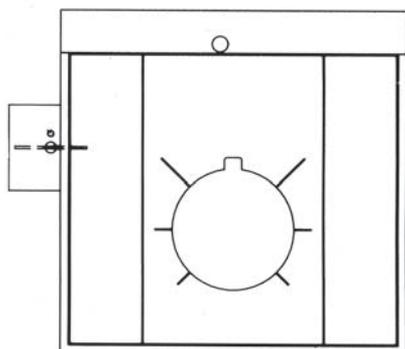

Fig. 5 Farfalla aperta
- all'accensione deve essere sempre in posizione aperta - fig. 5.
L'intaglio sulla manopola di comando della valvola a farfalla indica la posizione della stessa. Posizione dell'intaglio = posizione della valvola a farfalla. Quando accendete la caldaia aprite completamente la farfalla - fig. 5. Ogni 14 giorni ruotate completamente la farfalla, in questo modo eviterete la formazione di depositi di fuliggine.